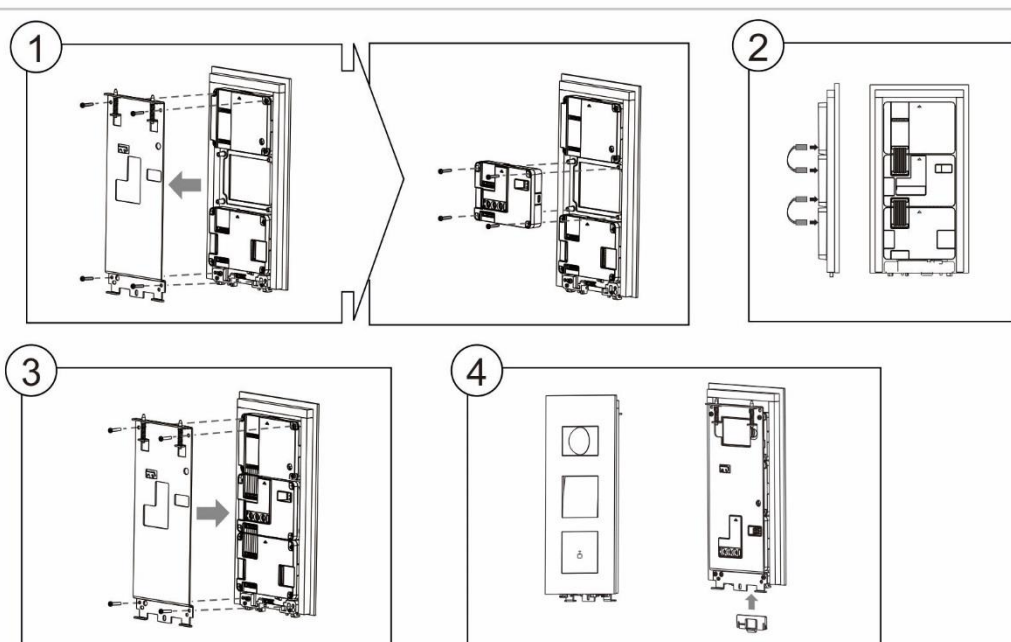

Fig 2
- Si no hay esclavo pulse el botón del módulo debajo del Transpondedor del módulo, debe tirar en el soporte de plástico como se muestra en la Fig2-④.